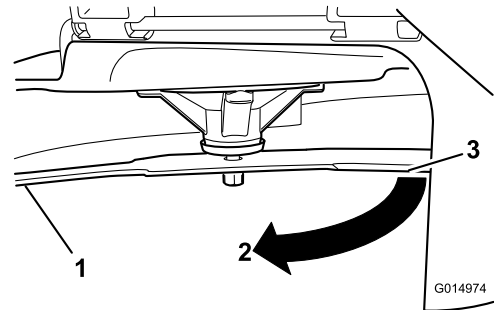

**Figura 59**
2. Indossando guanti dalla spessa imbottitura o altre protezioni idonee per le mani, ruotare lentamente la lama in una posizione che consenta di misurare la distanza tra il bordo di taglio e la superficie piana su cui si trova la macchina (Figura 59).